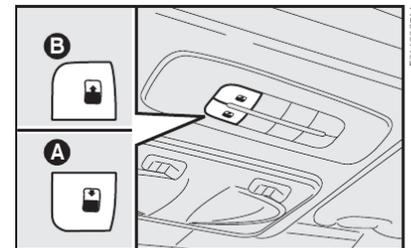

fig. 91
Pressionando o botão **B-fig. 91**, de completamente fechado, o vidro anterior se move e para quando o botão **B-fig. 91** é novamente pressionado. Com pressões sucessivas do botão, sempre no mesmo intervalo de tempo, o vidro se moverá até alcançar a posição de máxima abertura. Esta função permite ao usuário posicionar o vidro dianteiro em posições intermediárias àquelas realizadas pela abertura automática.
Da posição de abertura em que se encontra, pressionar o botão **A-fig. 91** e, mantê-lo pressionado por mais de meio segundo, o vidro anterior do teto solar se fechará automaticamente até a posição "spoiler". Pressionando novamente o botão **A-fig. 91** por mais de meio segundo, o vidro dianteiro se fecha completamente.
Assegurar-se que o vidro seja completamente fechado e, caso não ocorra o fechamento, acionar o botão **A-fig. 91** novamente.
- atuar no botão **A-fig. 91** e fechar completamente o teto solar através do procedimento manual;
- pressionar o botão **A-fig. 91** até que sejam ouvidos dois ruídos ("clac");
Acionar o botão **B-fig. 91** que permite duas modalidades de abertura do vidro móvel (dianteiro).
Acionando o botão **B-fig. 91**, de completamente fechado, o vidro dianteiro passa à posição de spoiler; um segundo acionamento leva o vidro à posição de máximo conforto (menor ruído aerodinâmico); um terceiro acionamento levará o vidro à posição de máxima abertura. Depois do acionamento inicial de abertura, o vidro poderá ser parado em posição intermediária apertando novamente o botão.